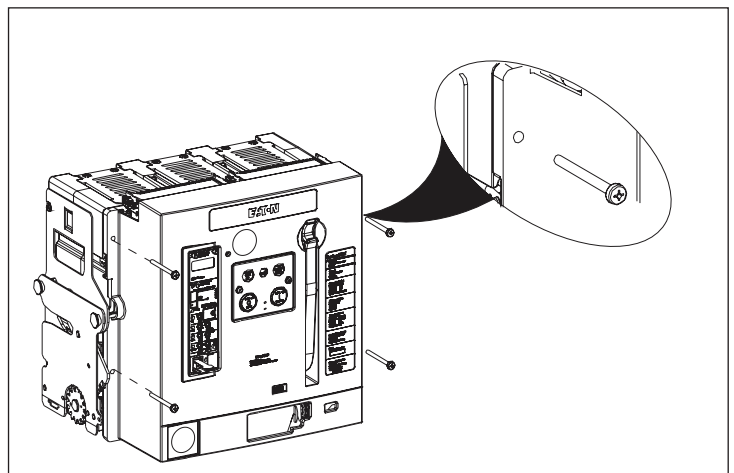

Abbildung 10. Entfernen der Montageschrauben der Frontabdeckung
Schritt 1: Entfernen Sie die vier Montageschrauben (sechs für vierpoligen Schalter) der Frontabdeckung (**Abb.10**).